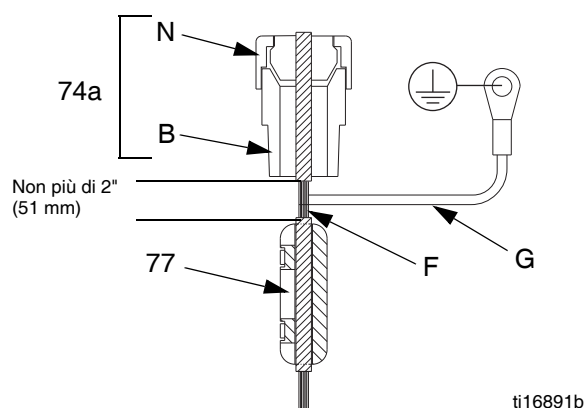

FIG. 13. Filo di campo del circuito IS
19. Filettare il cavo e la protezione del campo IS attraverso il passacavo conduttivo (74a) e collegarlo a J2 e J3. Vedere FIG. 13 e **Schemi elettrici**, pagina 10.
20. Vedere FIG. 13. Serrare bene il dado (N) sul passacavo conduttivo (74a). Installare la ferrite (77) sul filo di campo (F), a non più di 2" (51 mm) dal fondo del passacavo conduttivo (74a). Collegare il filo di terra alla vite di terra all'interno della scatola di giunzione.
21. Installare la nuova guarnizione (33), il coperchio (34) e le sei viti (12).
22. Rimuovere la vecchia etichetta (L) dal coperchio della scheda elettronica (34). Applicare la nuova etichetta (L) al coperchio.
23. Calibrare il trasduttore, inserendo le informazioni di calibratura che si trovano sulla nuova etichetta (L):
24. Reinstallare il coperchio (32) con le due viti (12).